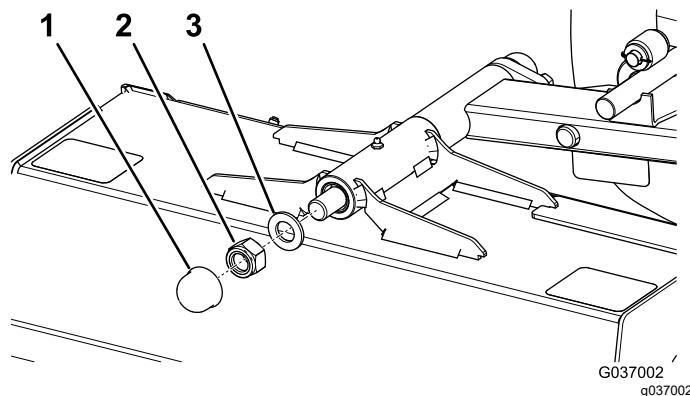

Bild 78
4. Entfernen Sie die Kappe und die Mutter (M24) und Scheibe von der Gelenkwelle (**Bild 78**).
5. Setzen Sie die Scheibe und die Sicherungsmutter (M24) ein und ziehen Sie die Sicherungsmutter fest (**Bild 78**).